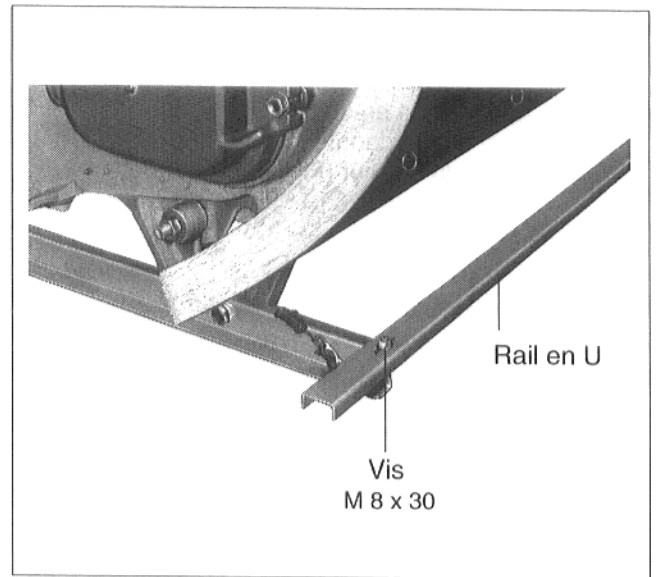

Fig. 41
- Placer les rails en U à gauche et à droite, trou oblong vers l'avant, sur les traverses du dessous (Fig. 41).
- Accrocher les rails en U dans les encoches de la traverse avant et placer une vis M 8 x 30, une rondelle plate et un écrou (Fig. 41).